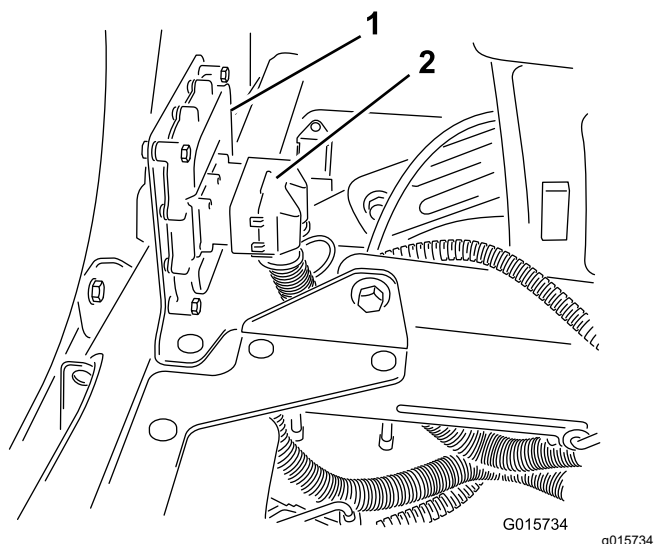

图 33
2. 将超声波喷洒臂线束的 50 插槽接头连接至电子控制器的 50 针接头并用内六角头螺丝固定接头图 33。